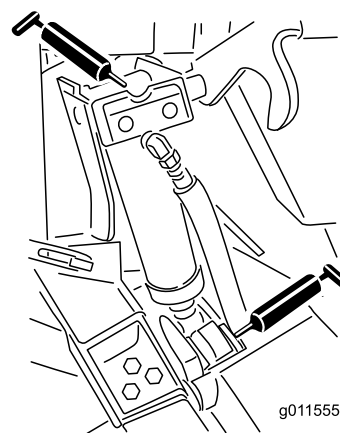

Figura 88
- Quatro casquilhos do cilindro de elevação (Figura 88)